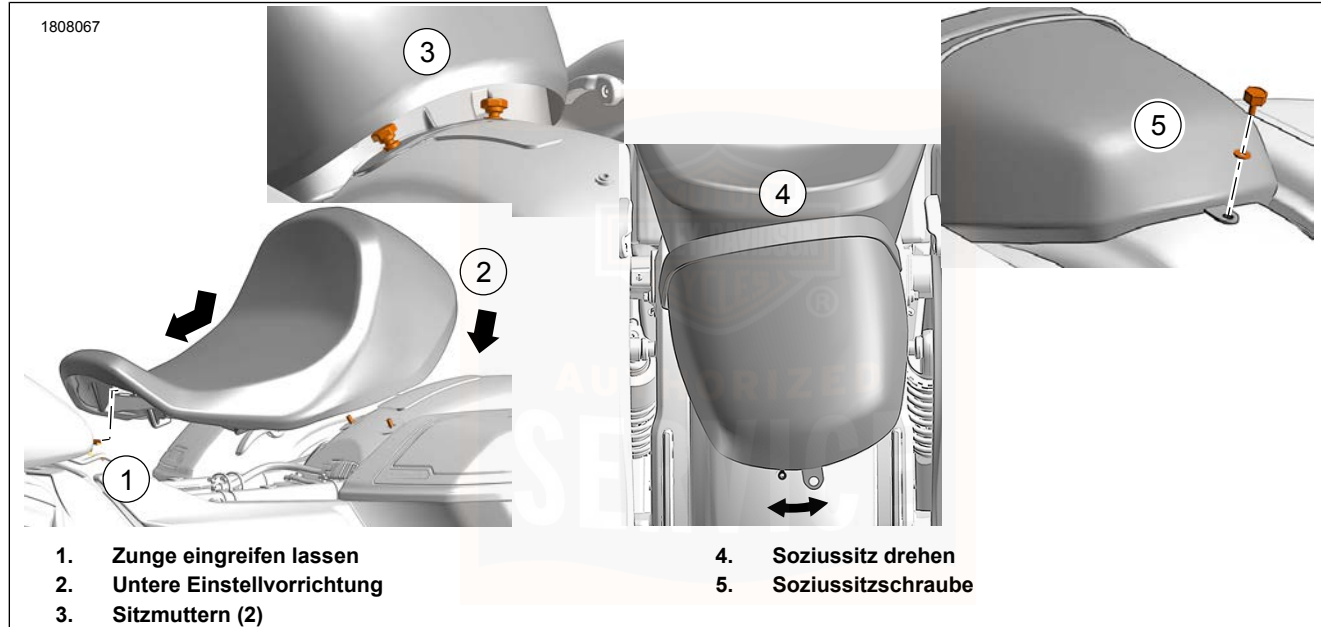

Abbildung 125. Fahrer- und Soziussitz
1. Siehe Abbildung 125. Den Sitz nach vorne schieben, bis die Zunge am Rahmen in den Schlitz im Sitz (1) einrastet. Den hinteren Teil des Sitzes auf die Sitzbefestigungsbolzen (2) absenken.
2. Die Sitzmuttern (3) einbauen. Festziehen. 0,9–1,7 N·m (8,0–15,0 **in-lbs**)